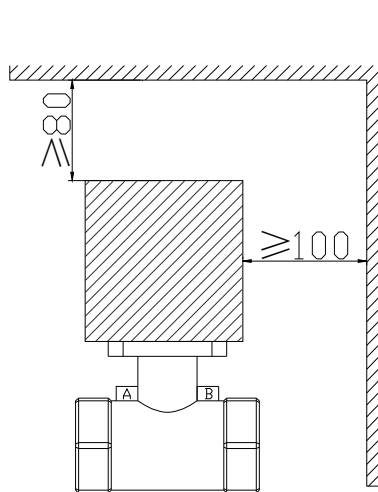

图 1
1. 必须预留给执行器足够的拆装空间, 如图 1, 执行器上部空间不小于 80mm, 左右两侧不小于 100mm。